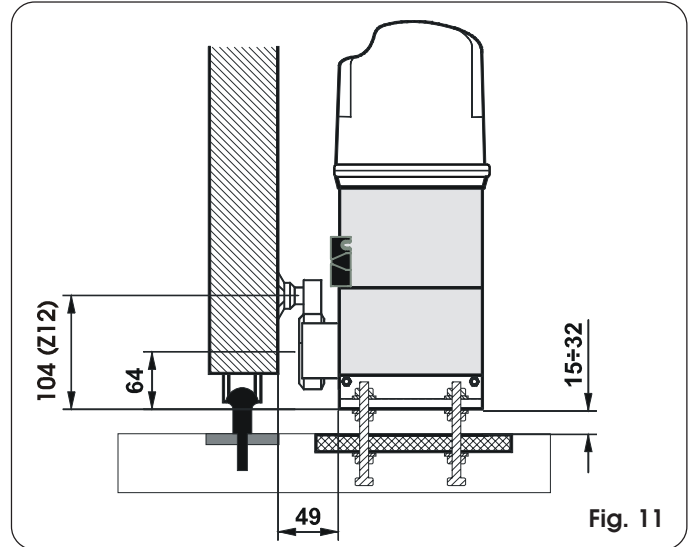

Fig. 11
- 4) Regel de hoogte van de pootjes en stel de afstand tot de poort in aan de hand van fig. 11.